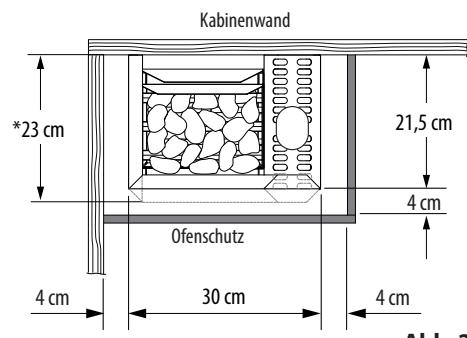

Abb. 2
- Bei der Montage des Saunaofens ist darauf zu achten, dass der Abstand zwischen Oberkante Ofen und Kabinendecke mind. **112 cm** und der horizontale (seitliche) Abstand zwischen Ofen und Kabinenwand mindestens **4 cm** beträgt (Abb. 2).